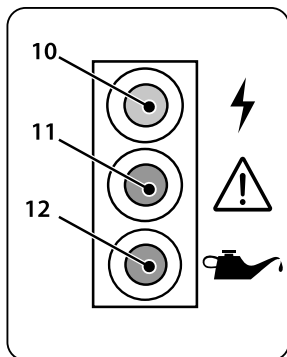

рис. 7
Индикатор переменного тока (10) (зеленый) (рис. 7) сигнализирует о включенном генераторе и нормальной его работе.
Индикатор перегрузки (11) (красный) (рис. 7) загорается, когда фиксируется перегрузка или возрастает выходное напряжение генератора.
Индикатор низкого уровня масла (12) (красный) (рис. 7) сигнализирует об уровне масла ниже допустимого. Когда уровень масла падает ниже минимального, двигатель автоматически останавливается, при этом выключатель двигателя остается в положении «ВКЛ». Двигатель не запустится, пока не будет добавлено необходимого количества масла.